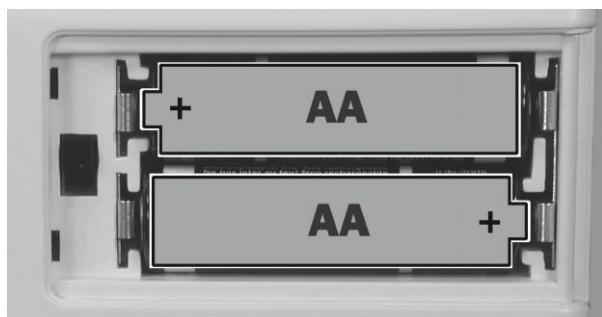

Fig. 3-2 Rispettare la polarità delle batterie.
- Inserire le due batterie nel vano come indicato dagli appositi simboli (vedere Fig. 3-2).